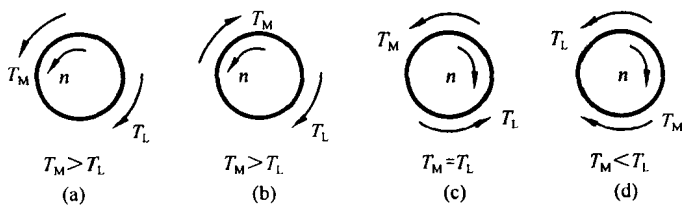

图 14.1.1
3. 试说明图 14.1.1 中几种情况下系统的运行状态是加速? 减速? 还是匀速? (图中箭头方向为转矩的实际作用方向)